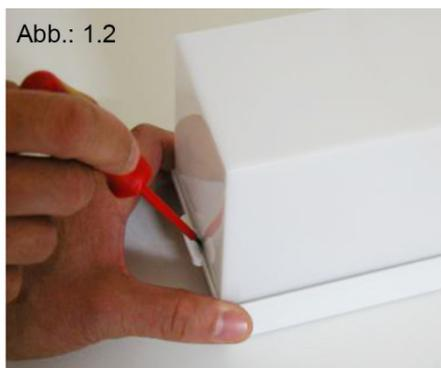

Abb.: 3
4. Sockel an den ausgeprägten Befestigungspunkten an die Montageebene schrauben. **(Abb.: 3)**